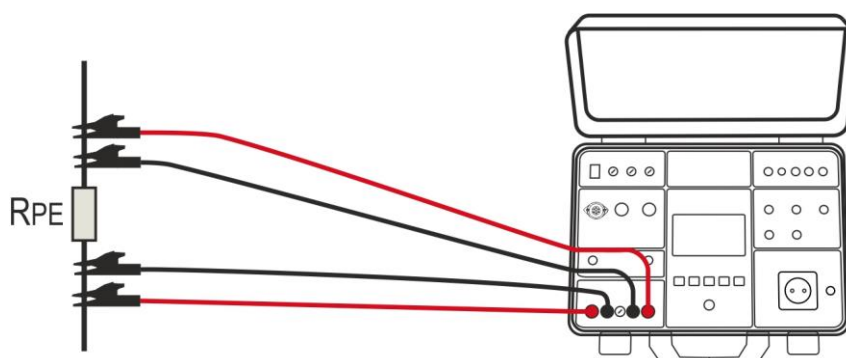

Fig. 30: Conexión de las puntas de prueba en la función RPE-4WIRE
5. Conecte las puntas de prueba de acuerdo con la Fig. 30